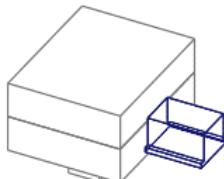
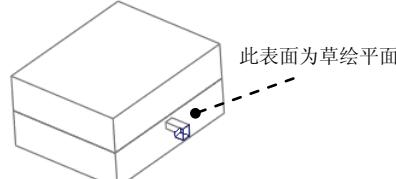
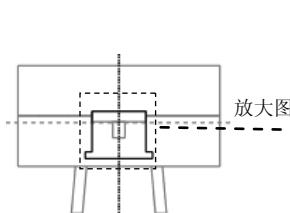

图 27.33 实体拉伸特征
图 27.34 定义草绘平面
图 27.35 草图截面
Step5. 创建图 27.33 所示的实体拉伸特征。单击 **模具** 功能选项卡 **形状** ▾ 区域中的 **拉伸** 按钮, 此时系统弹出“拉伸”操控板; 在出现的操控板中, 确认 按钮被按下; 右击, 从系统弹出的菜单中选择 **定义内部草绘...** 命令; 选取图 27.34 所示的平面为草绘平面, 然后选取 **MAIN_PARTING_PLN** 基准平面为参考平面, 方向为 **上**。单击 **草绘** 按钮, 进入草绘环境; 进入截面草绘环境后, 选取 **MOLD_FRONT** 基准平面和 **MAIN_PARTING_PLN** 基准平面为草绘参考, 然后绘制图 27.35 所示的截面草图, 完成特征截面的绘制后, 单击“草绘”操控板中的“确定”按钮 ; 在操控板中选取深度类型 **上**, 在深度文本框中输入深度值 120.0, 并按 Enter 键; 在“拉伸”操控板中单击 按钮, 完成特征的创建。